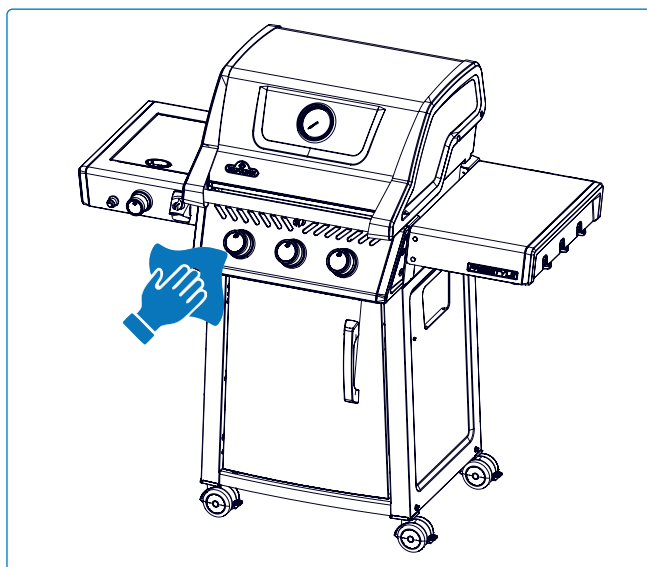

Fig. 25
- Las piezas de acero inoxidable se decoloran con el tiempo debido al calor, adquiriendo un tono dorado o marrón. Esto es normal y no afecta al rendimiento de la parrilla (**Fig. 25**).